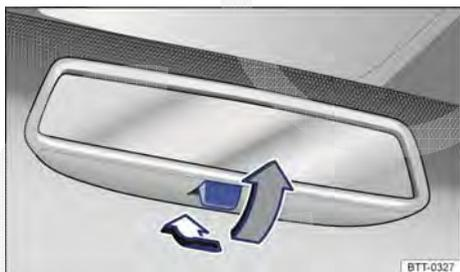

Fig. 121 No para-brisa: espelho retrovisor interno com antiofuscante manual.
- Para evitar o ofuscamento, puxar a alavanca para trás → Fig. 121.